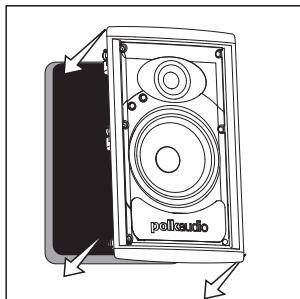

FIGURE 12
- Loosen the rotating wall clamps by unscrewing them. Make sure that the rotating wall clamps are flipped inwards so that your speaker fits into your cutout without nicking your wall. Then place the speaker carefully into the cutout [figure 12].
• Desserrez les crampons rotatifs en les dévissant. Assurez-vous que les crampons rotatifs sont dirigés vers l'intérieur de façon à ce que votre haut-parleur puisse pénétrer l'embrasure sans érafler le mur ou le plafond. Placez ensuite délicatement le haut-parleur dans l'embrasure [figure 12].